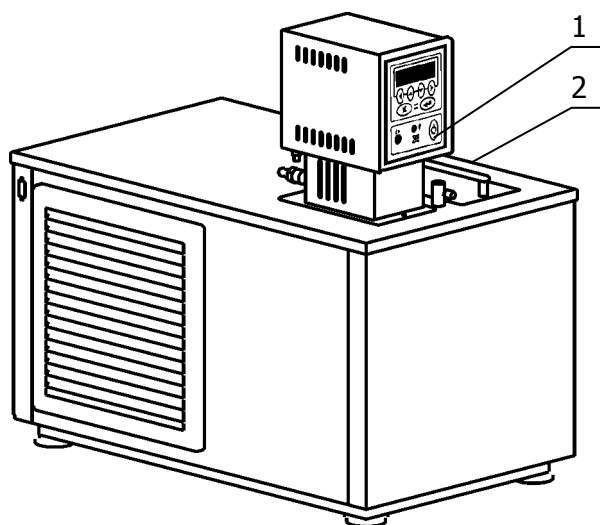
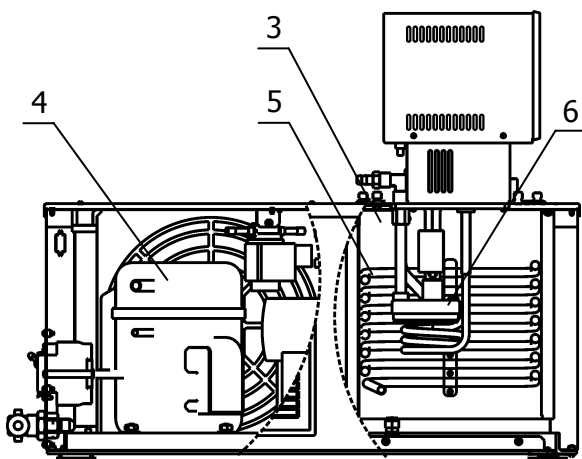

Рисунок 1 — Внешний вид термостата
Рисунок 2 — Устройство термостата
1.4.2 Конструкция термостата состоит из блока регулирования температуры 1 и корпуса 2 (рисунок 1), внутри которого расположена рабочая ванна 3 и размещена холодильная машина 4 (рисунок 2). В рабочей ванне, кроме погружаемой части блока регулирования, расположен теплообменник 5 (рисунок 2), по которому прокачивается хладагент при работе холодильной машины.
1.4.3 Работа термостата заключается в поддержании заданной температуры циркулирующего теплоносителя и обеспечении равномерного температурного поля в рабочей ванне. Циркуляция теплоносителя обеспечивается центробежным насосом 6 (рисунок 2), расположенным в блоке регулирования температуры.
1.4.4 Поддержание заданной температуры теплоносителя осуществляется электронным регулятором, расположенными в блоке регулирования температуры 1 (рисунок 1) при помощи датчика температуры и электрического нагревателя. Охлаждение теплоносителя осуществляется с помощью холодильной машины 4 посредством теплообменника 5, установленного в основной ванне 3.